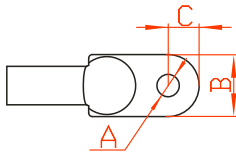

Рисунок 3-29 Требования к размерам
- Если для выхода переменного тока используется медный провод, рекомендуется использовать клеммы DT/OT (как показано на рис. 3-29). Характеристики и требования к терминалу: $13 \text{ мм} \leq A \leq 15,5 \text{ мм}$, $B \leq 46 \text{ мм}$, $C \leq 22 \text{ мм}$.